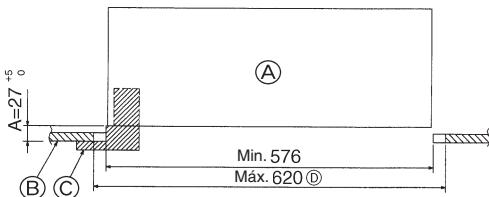

Fig. 8-2
8.2. Preparar a fixação da grelha (Fig. 8-2)